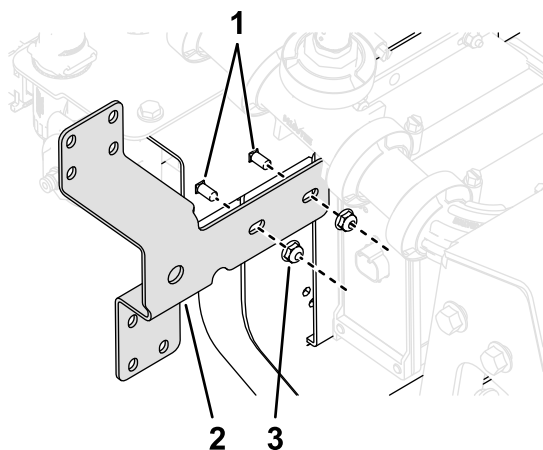

図 36
13. 図 36に示すように、キャリッジ ボルト (1/4-20 x 5/8") 2本とロックナット (1/4-20") 2個を使って、コントロールバルブブラケットアセンブリをマシンに取り付け、ボルトを10 12 N·m (1.1 1.3kgm) のトルクで締める。